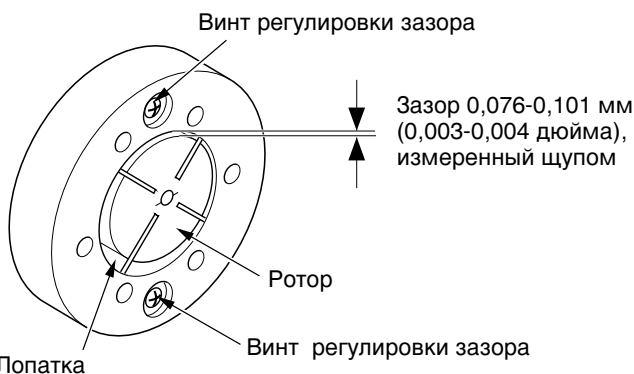

Рис. 25. Расположение винтов регулировки зазора
9. Проверьте зазор ротора. При необходимости отрегулируйте зазор на 0,076- 0,101 мм (0,003-0,004 дюйма) (см. рис. 25).